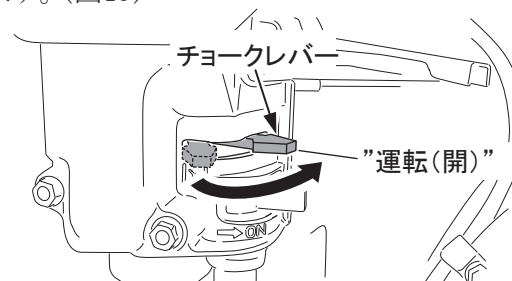

図 19
6. エンジン始動後にチョークレバーを開き(運転)ます。(図19)